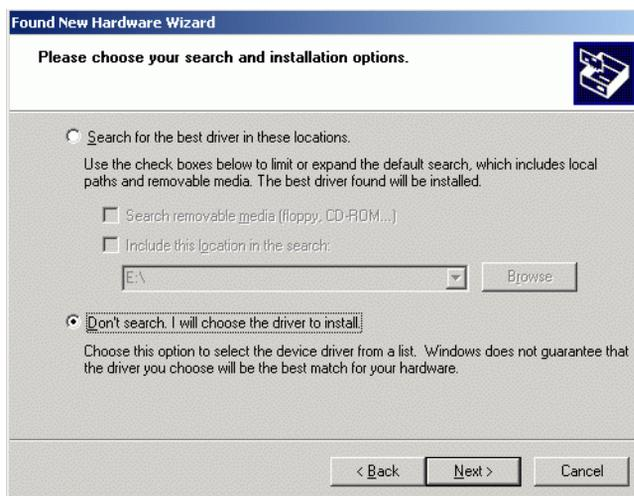

Figura 33 Finestra Hardware wizard: opzioni di installazione
- 2 Nella successiva finestra di dialogo (vedere la Figura 33) selezionare l'opzione **'Don't search. I will chose the driver to install.'** e premere **Next**